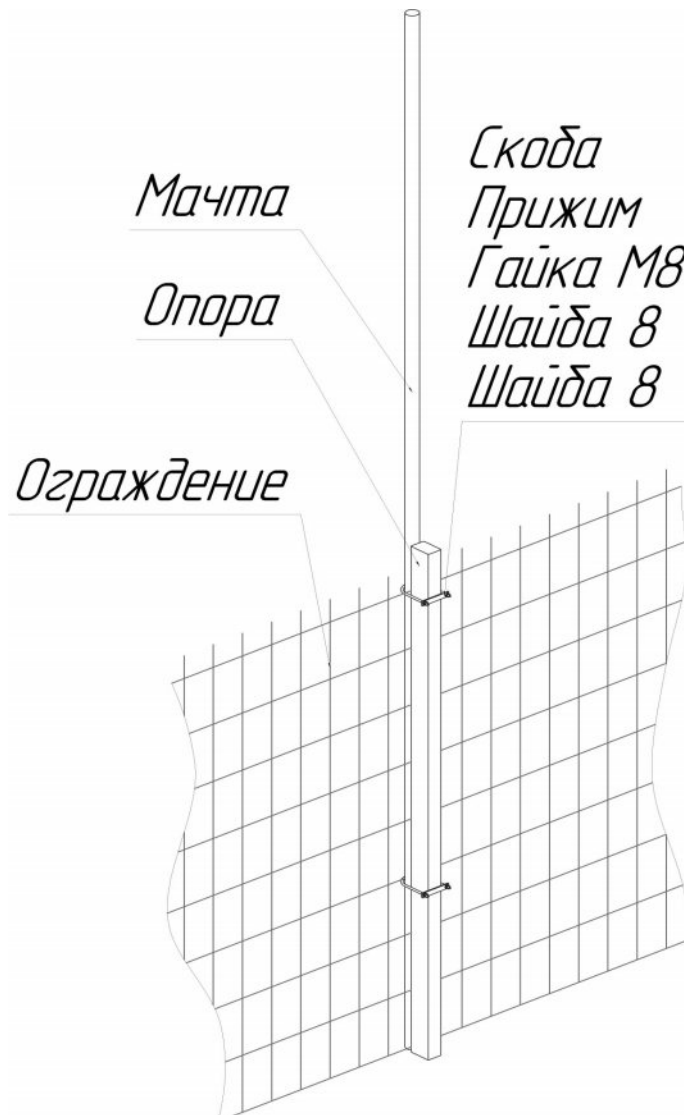

Рисунок 1 – Общая схема комплекта
4.1 Комплект состоит из мачты и комплекта монтажных частей (Рисунок 1).